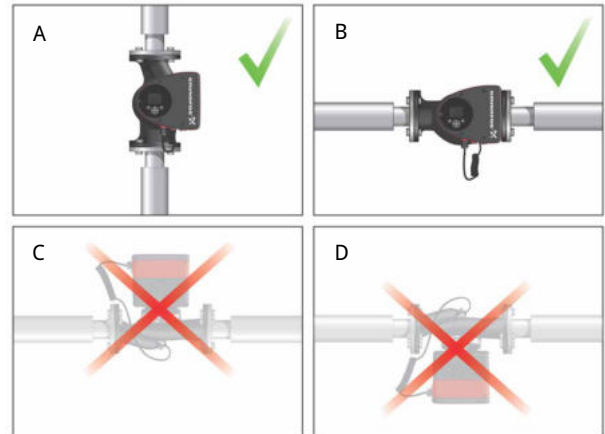

图7 水泵安装时要与电机轴保持水平。
- 水泵在垂直管道中的正确安装。见图7，位置号A。
- 水泵在水平管道中的正确安装。见图7，位置号B。
- 安装水泵时切勿与电机轴垂直。见图7，位置号C和D。